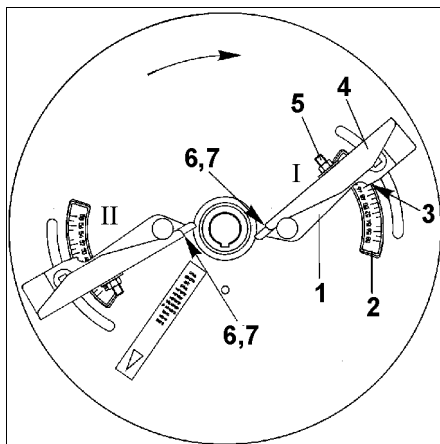

Fig. 45
sker over teleskopskovlene (Fig. 45/1) efter spredetabellens angivelser afhængig af den gødningstype som skal spredes og afstanden fra første kørespor til markkanten som følger:
- Teleskop skovlene (Fig. 45/1) på spredeskiven drejes, efter at de pågældende spændemøtrikker i skalaområdet (Fig. 45/2) er løsnet. Skala-indstillingsværdien aflæses på aflæsekanten (Fig. 45/3) og spændemøtrikkerne spændes igen.
- Den yderste del af skovlen (Fig. 45/4) stilles på en højere bogstavsværdi på skalaen (Fig. 45/6) efter at have løsnet møtrikken (Fig. 45/5). Skovlyderdelens pågældende stilling aflæses ved aflæsekanten (Fig. 45/7) på skalaen.